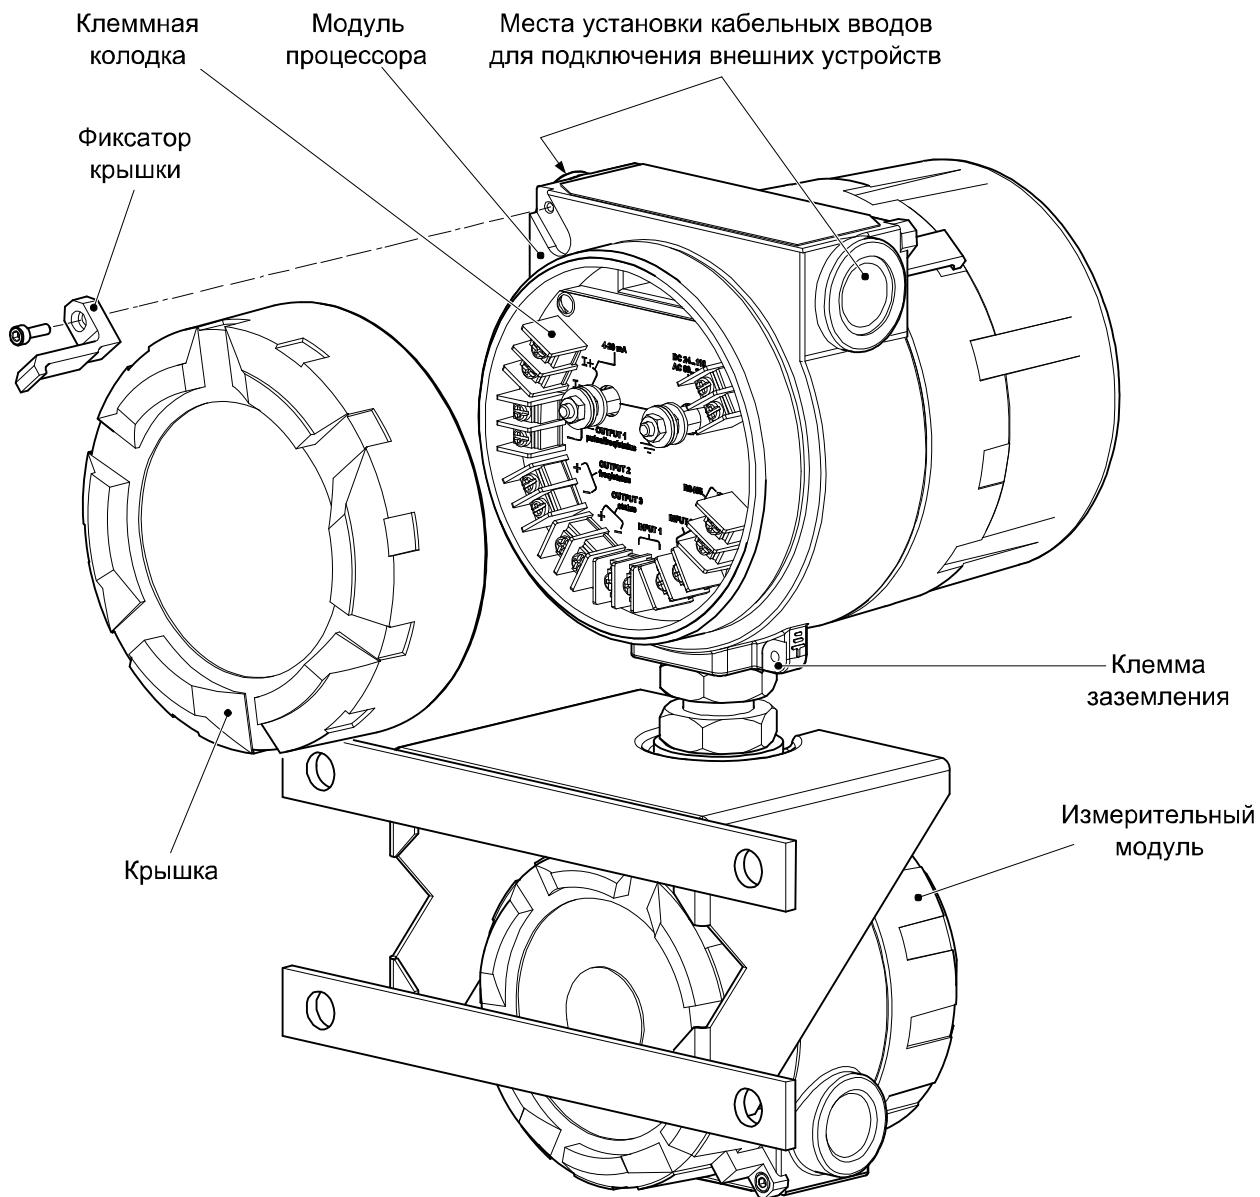

Рисунок 2.11 – Корпус модуля процессора.
- 8) Если кабели помещены в металлические кабелепроводы, присоедините провода заземления кабелепроводов к клемме заземления на корпусе модуля процессора (рисунок 2.11).